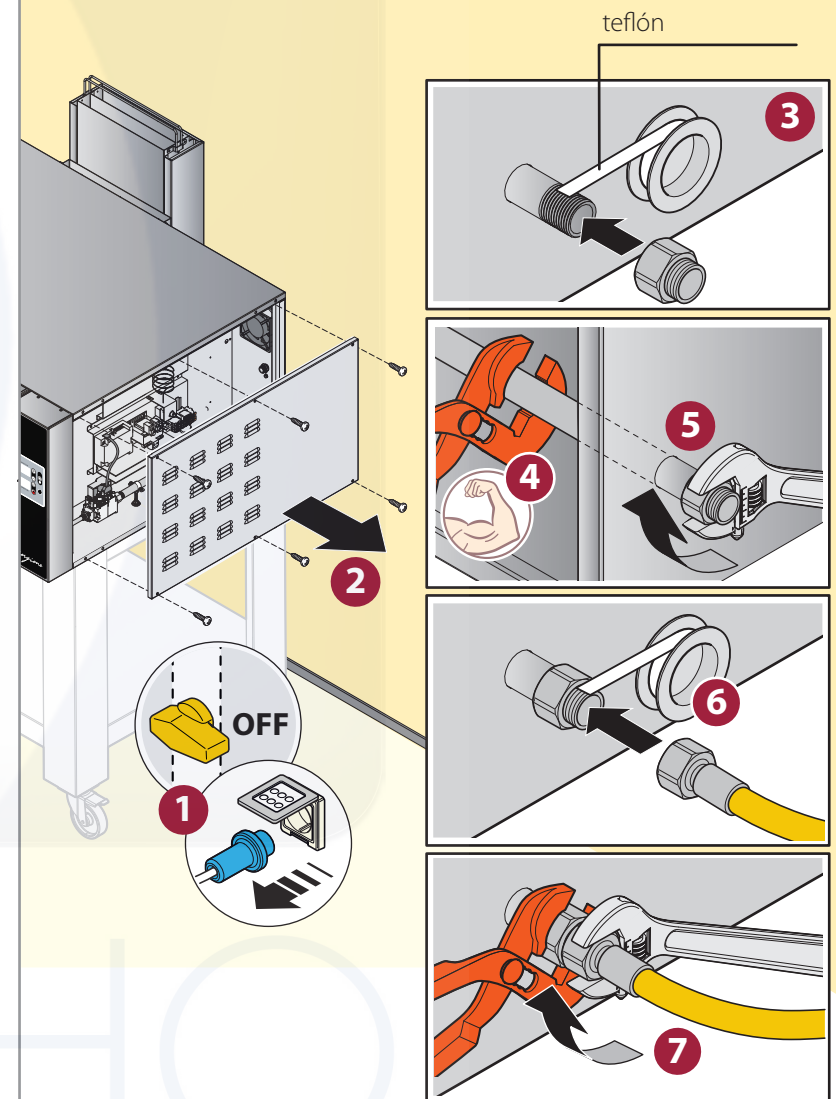

Fig. 23
- ► **Fig. 23** (versiones EU) una **manguera de acero inoxidable de 1/2" F** que responda a la normativa UNI-CIG y un **racor** (ambos no suministrados);